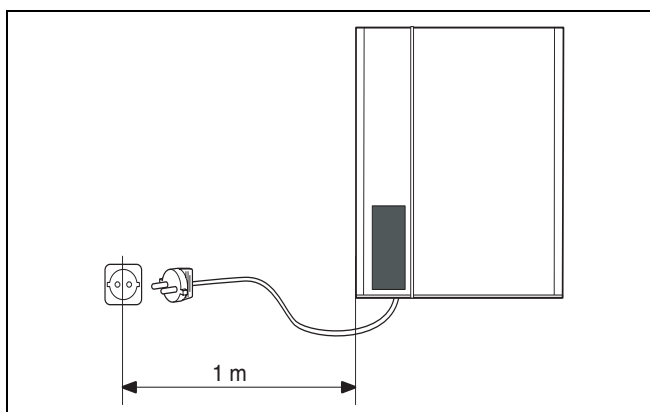

Fig. 11 Conectare la rețea
- Conectarea la rețea are loc prin cablul de alimentare montat (1 m) cu ștecher la o priză cu contact de protecție (fig. 11).